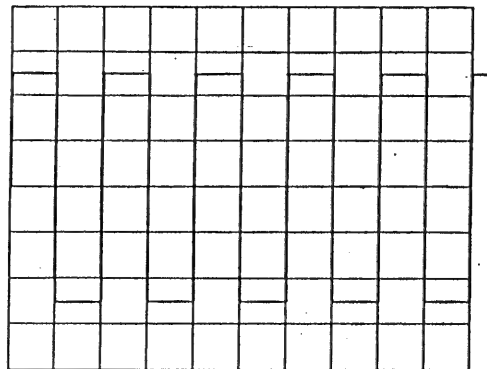

図4-3
- 5) AC-GND-DC スイッチを AC に切り換えると、図4-3のように波形が観測できます。